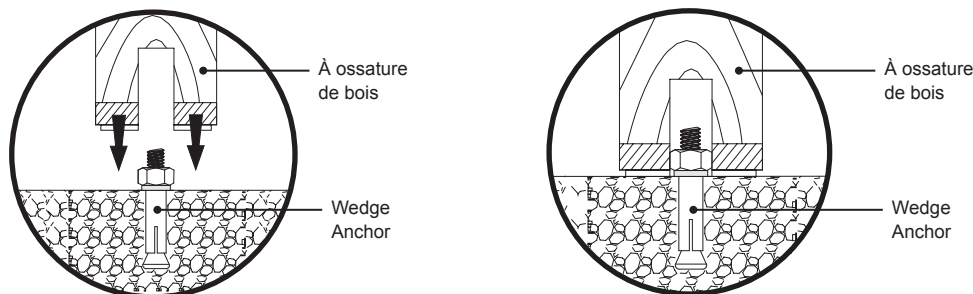

Figure 23. Placement à ossature de bois
- 2 Une fois que les trous sont alignés avec les ancrages de coins, abaissez doucement l'unité vers le bas (Figure 23).